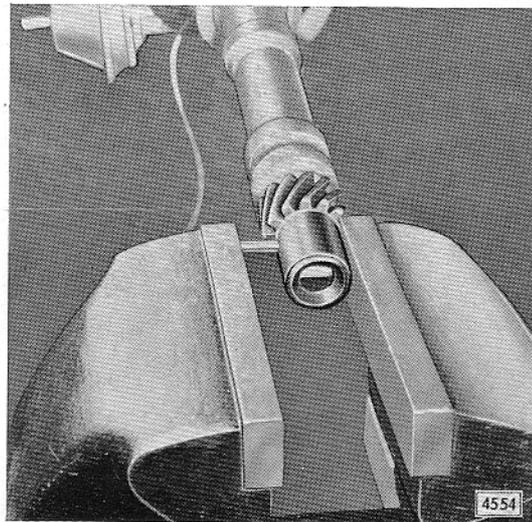

Bild D 17 - Zylinderkerbstift einpressen
7. Beilegscheibe(n) (D 16/2) und Ritzel (D 16/3) über Verteilerwelle schieben und neuen Mitnehmerstift einpressen (Bild D 17).